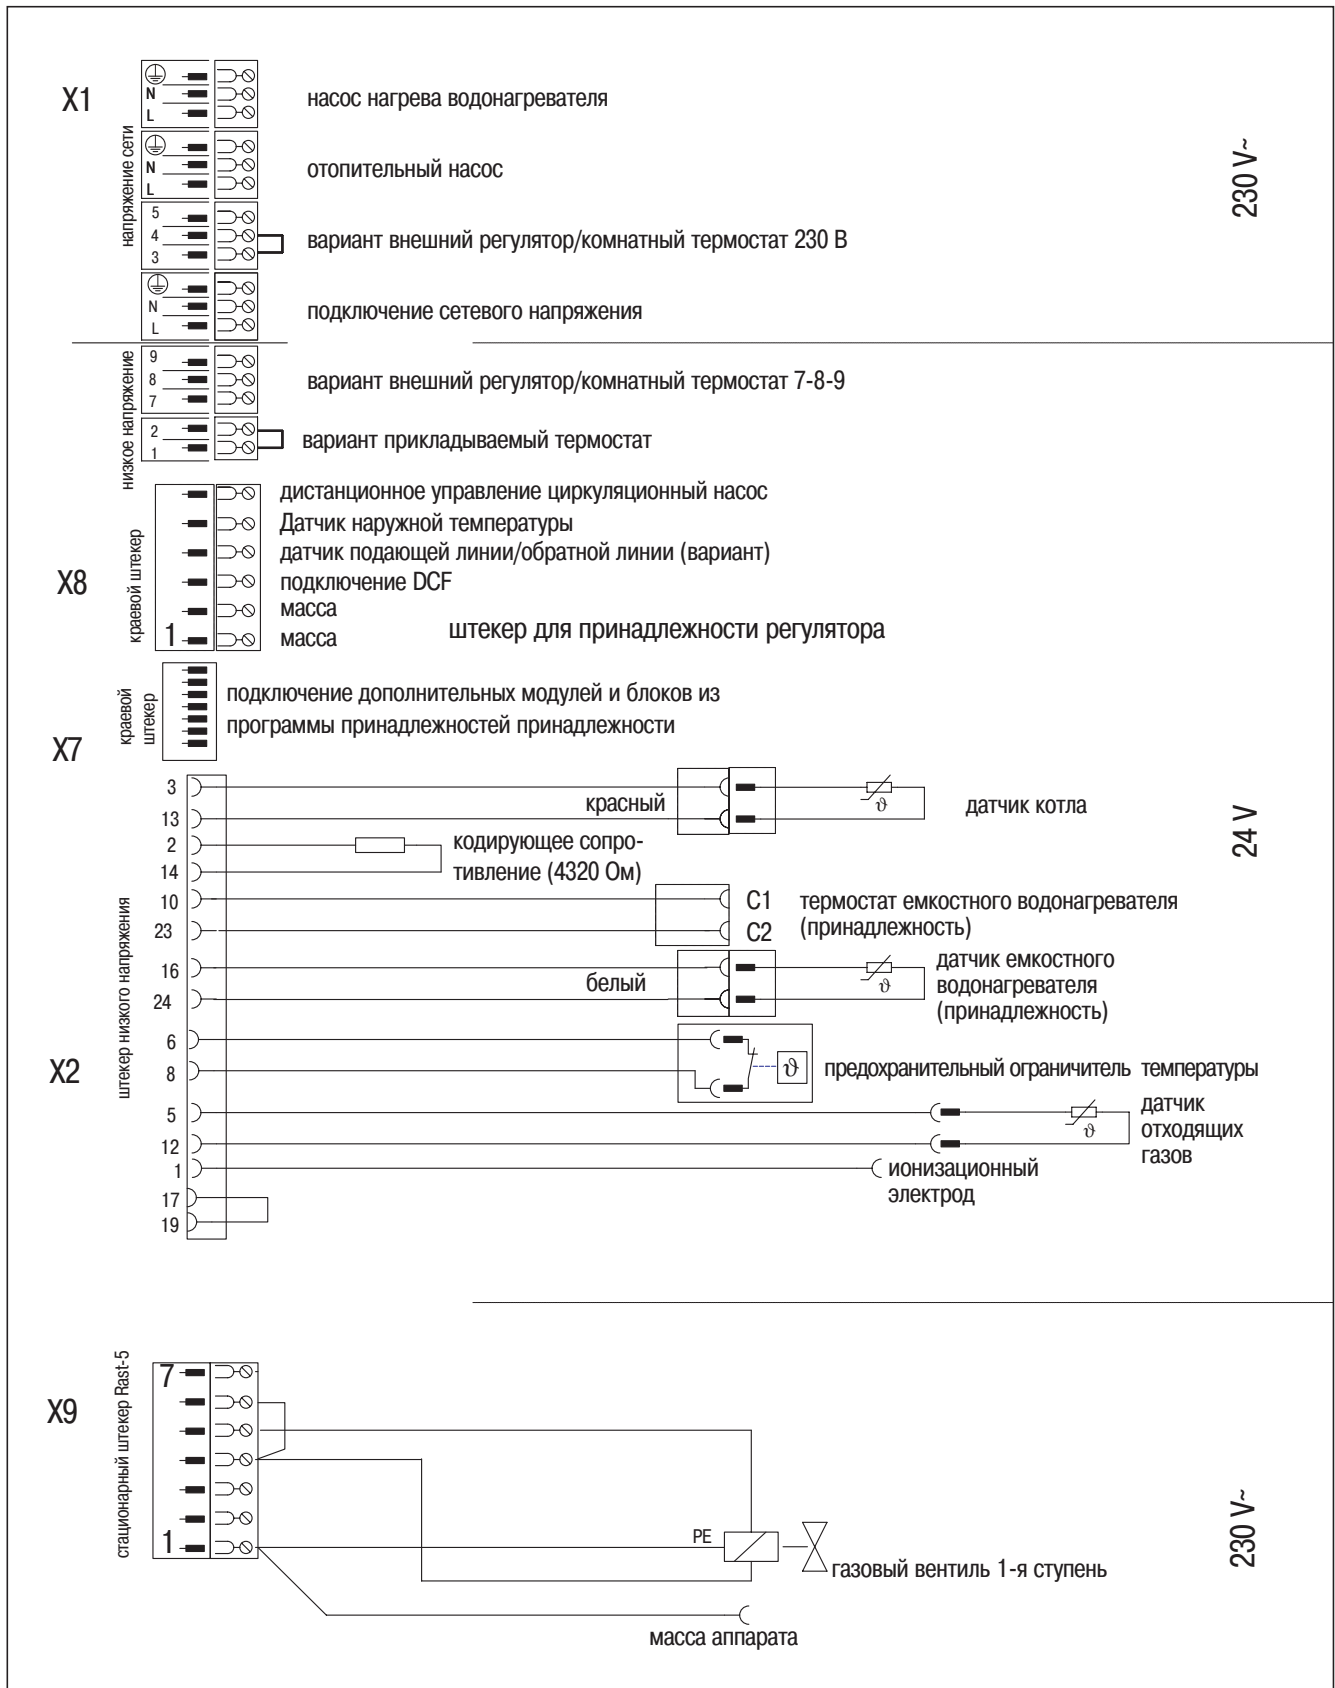

Рис. 4.6 Электрические соединения atmoVIT
- Подключите беспотенциальные контакты предохранительного устройства по недостатку воды к штекеру "прикладываемый термостат" системы Pro E, а дымовую заслонку к дополнительному блоку (расположение клемм представлено на рис. 4.6).